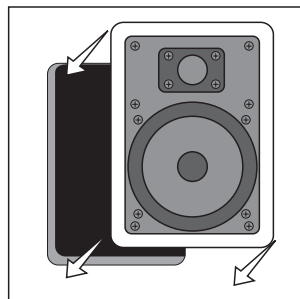

Figure 13—Placez délicatement le haut-parleur dans le trou.
6. Desserrez les vis à crampons rotatifs en les dévissant. Assurez-vous que les crampons rotatifs sont dirigés vers l'intérieur de façon à ce que votre haut-parleur puisse pénétrer le trou sans érafler le mur. Placez ensuite délicatement le haut-parleur dans le trou (figure 13).